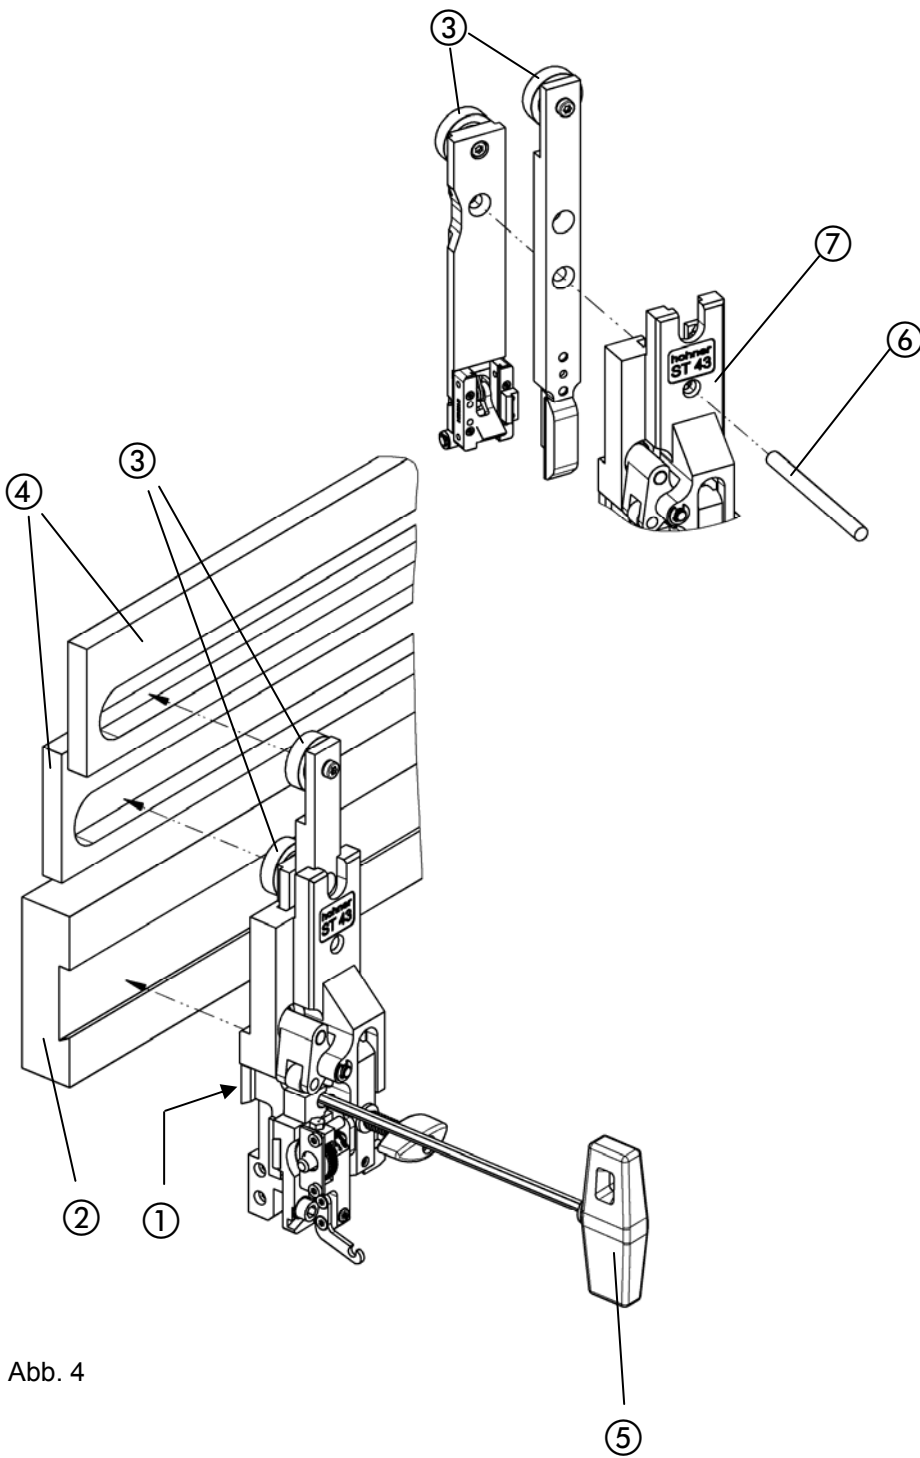

Abb. 4
- Abb. 4 -
- Der Montagestift ⑥ dient nur als Ein- und Ausbauhilfe und **muss vor Inbetriebnahme** des Heftkopfes nach vorne herausgezogen und sorgfältig aufbewahrt werden.
- **Vor Ausbau** des Heftkopfes den Montagestift ⑥ wieder durch das Heftkopfgehäuse sowie durch die beiden Schieber führen, um die Basis-Einbau-Position wieder zu fixieren.